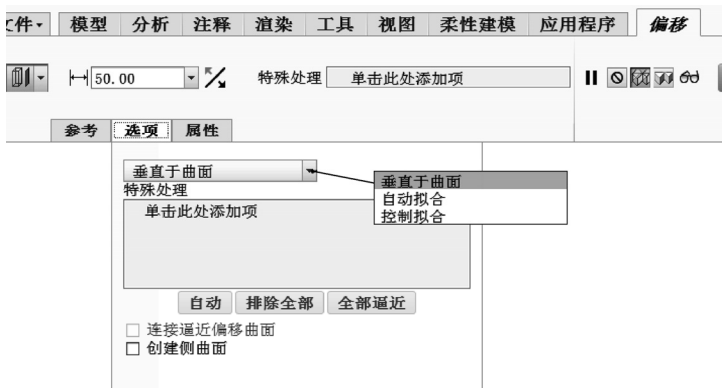

图 5-142 “偏移”选项卡的“选项”面板
6) 在“偏移”选项卡中单击“选项”标签以打开“选项”面板,如图 5-142 所示。其中的下拉列表框中提供的用来定义偏移曲面的方向选项包括“垂直于曲面”“自动拟合”和“控制拟合”。其中,“垂直于曲面”为默认项。读者可以尝试分别选择这 3 个选项,以在模型窗口中观察生成曲面的效果。